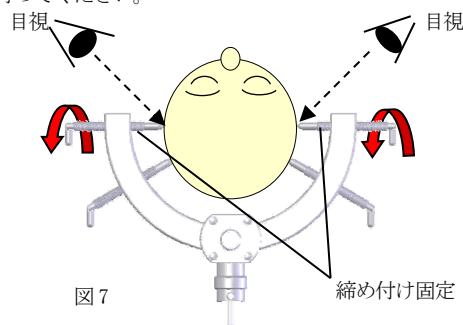

図 7
- (3) 最後に仮止めていたスクリーブピンを1/4～1/2 程回転させ、更なる締め付けをしてください。(図 7) スクリーブピンによる過度の締め付けは、頭蓋骨の割れ・陥没・貫通、また、皮膚の裂傷等の恐れがあります。スクリーブピンの締め付けは注意して行ってください。